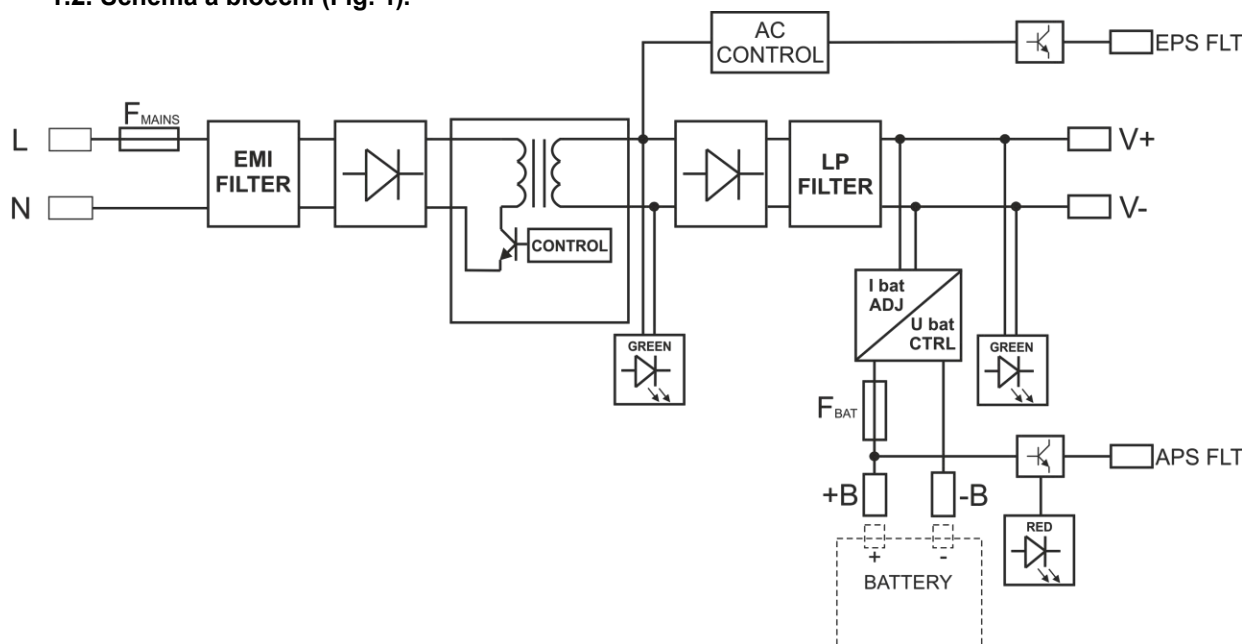

Fig. 1. Schema a blocchi dell'alimentatore.
1.2. Schema a blocchi (Fig. 1).